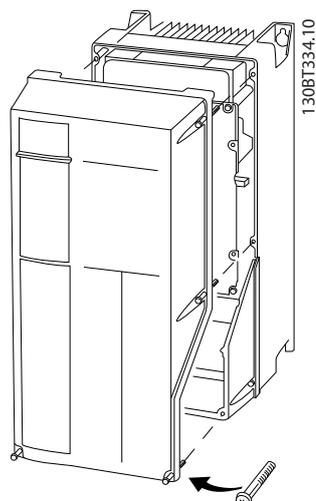

Abbildung 2.14 Steuerungsverdrahtungszugang für die Gehäuse A4, A5, B1, B2, C1 and C2
- Entfernen Sie alternativ die Frontabdeckung durch Lösen der Befestigungsschrauben. Siehe Abbildung 2.14.